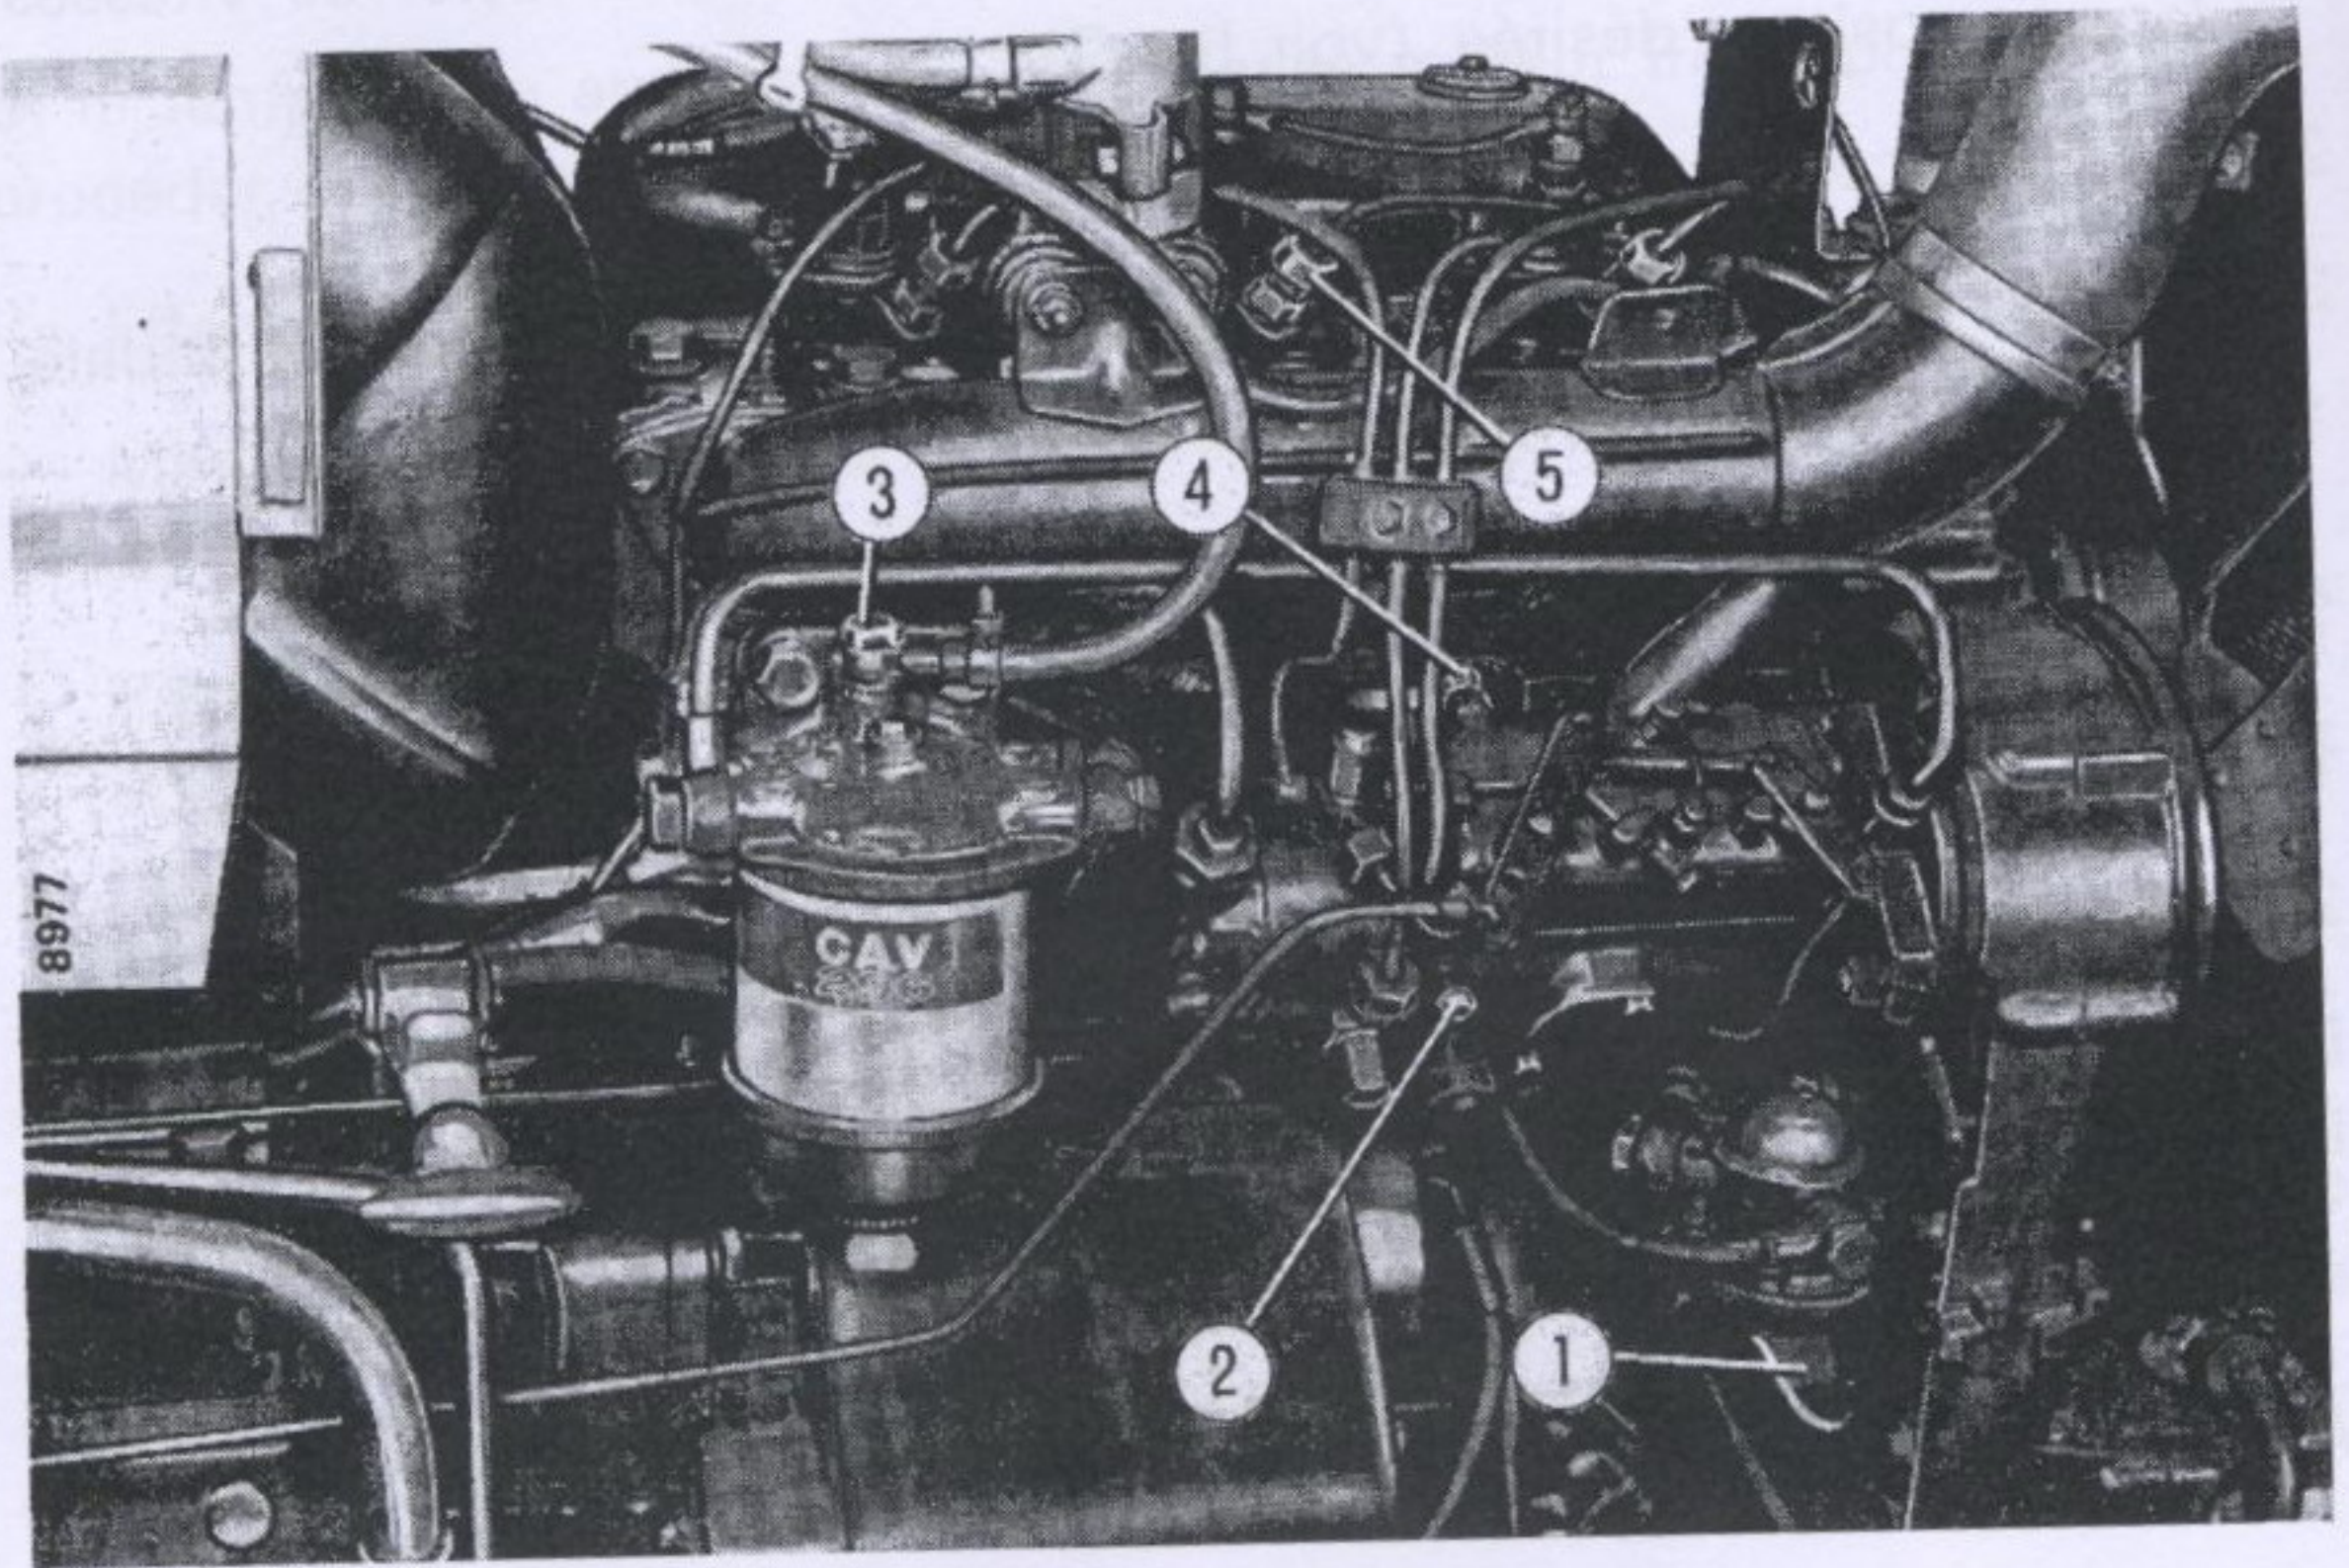

Fig. 8. - Purge du circuit d'alimentation.
3. Si le tracteur est resté longtemps au repos ou bien lorsqu'on le met en marche la première fois par basse température, donner une vingtaine de coups avec le levier 1 (fig. 8) d'amorçage de la pompe d'alimentation.
L'entrée d'air dans le circuit d'alimentation se manifeste durant les longues périodes d'inactivité du tracteur, lorsqu'on démonte les filtres et les tuyauteries et lorsqu'on laisse le réservoir se vider. La présence d'air rend difficile le démarrage du moteur, c'est pourquoi il faut le purger, le réservoir étant rempli et le robinet ouvert (fig. 8).